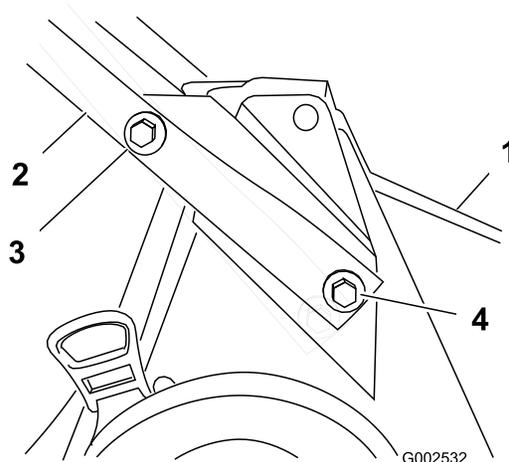

Figure 3
1. Montez la partie inférieure du guidon sur le carter de tondeuse à l'aide de 2 boulons (5/16 x 7/8 po), 2 boulons (5/16 x 1-1/2 pouces), 4 rondelles et 4 contre-écrous (Figure 3).